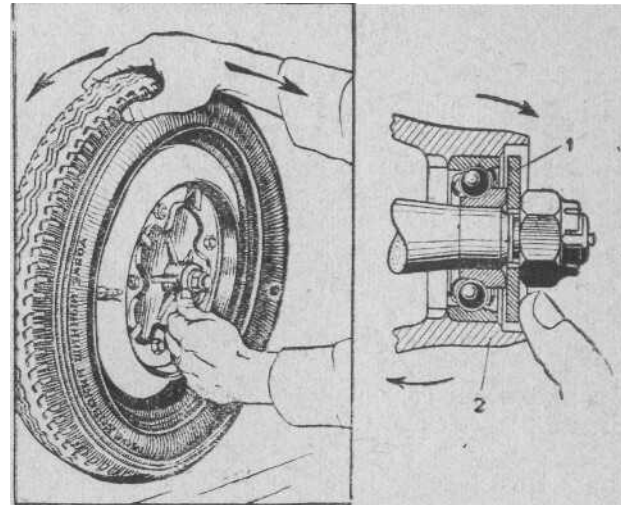

Рис. 18—Проверка регулировки подшипников ступиц передних колес
2. Затянуть гайку цапфы до полного устранения люфта, который следует прощупывать большим пальцем левой руки, положенным на упорную шайбу 1 (рис. 18) и край наружного торца 2 ступицы. Колесо при этом следует покачивать правой рукой за верх покрышки в направлении, перпендикулярном плоскости колеса.